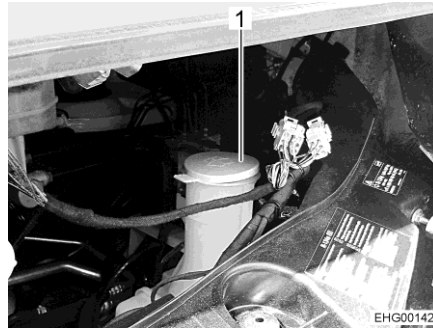

Fig. 40 Bec de remplissage (réservoir de liquide d'essuie-glace)
- Enlever le couvercle (Fig. 40,1) du bec de remplissage du réservoir d'eau d'essuie-glace.
- Enfoncer le couvercle (Fig. 40,1) sur le bec de remplissage du réservoir pour liquide d'essuie-glace.